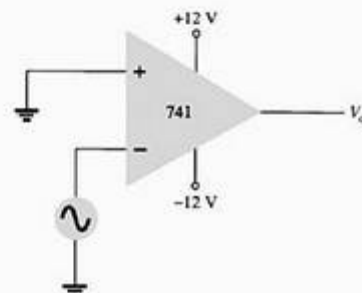

Figura 16.40 Problema 2.
2. Esboce a forma de onda de saída para o circuito da Figura 16.40.